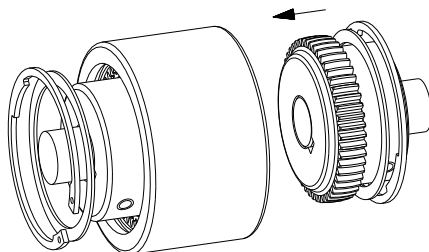

Bild 10
- Verschieben Sie die Aggregate in axialer Richtung bis das E-Maß erreicht ist (siehe Bild 10).